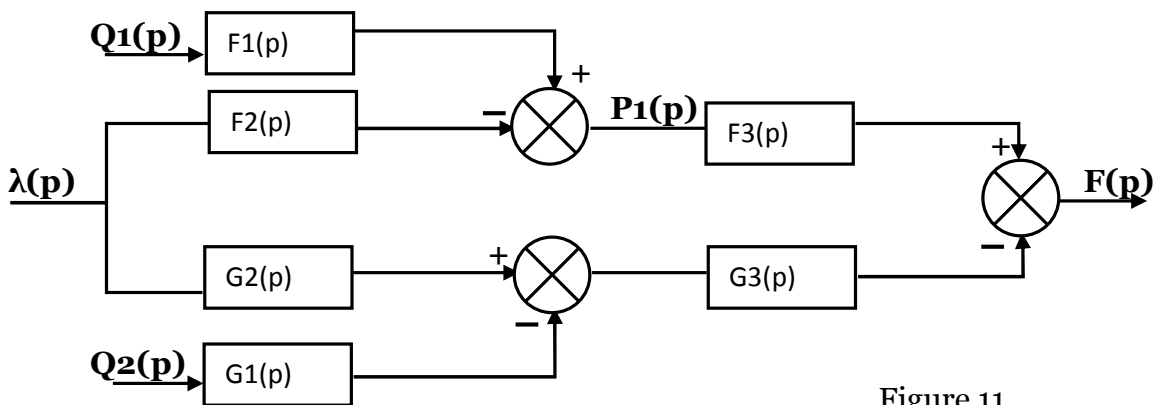

Figure 11
**Question 31 :** Ecrire les transformées de Laplace des équations ; puis déterminer les expressions des transmittances : F1(p), F2(p), F3(p), G1(p), G2(p) et G3(p) de la figure 11.